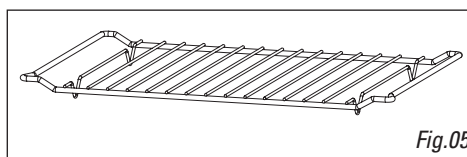

Fig.05
- **La grille (Fig.05)** : permet de dorer ou de faire griller. La grille ne doit en aucun cas être utilisée avec d'autres récipients métalliques en position micro-ondes, gril + micro-ondes, ou cuisson par chaleur tournante + micro-ondes. Toutefois, vous pouvez réchauffer un aliment dans une barquette en aluminium en l'isolant de la grille à l'aide d'une assiette.